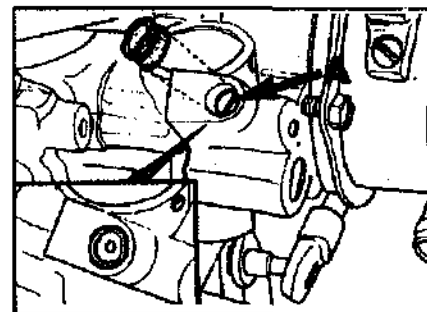

Рис.6 Добавочный регулировочный винт.
- з) Замерить уровень СО. При необходимости регулировать винтом (А, Рис.6).